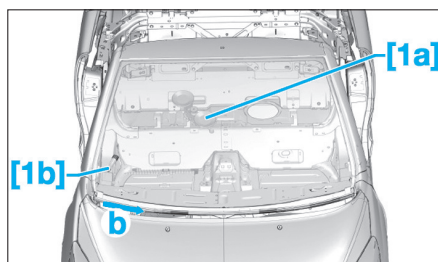

FIG. 18
- Faire passer l'alène [1b] à travers le cordon de colle, de l'intérieur vers l'extérieur (**Fig.18**).